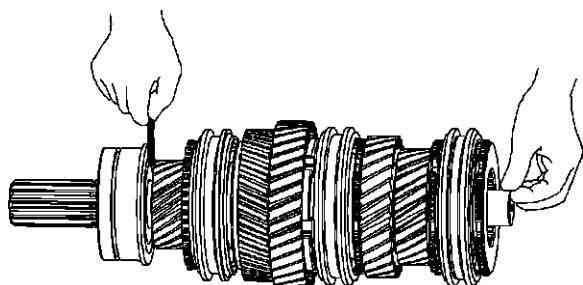

Рис. 6.34. Замер осевого перемещения шестерни 5 передачи
31. При помощи щупа измерьте осевое перемещение шестерни 5 передачи, как показано на рис. 6.34.